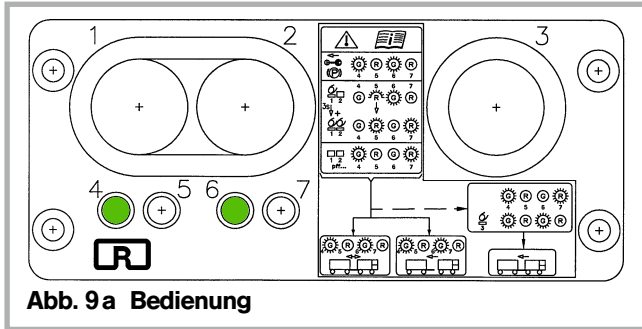

Abb. 9a Bedienung
2. Bedienung (Abb. 9a, b, c)
Kontrolllampen **4** (grün), **6** (grün) leuchten (Abb.9a)
Kontrolllampen **4** und **6** (grün) müssen leuchten (Abb. 9a).